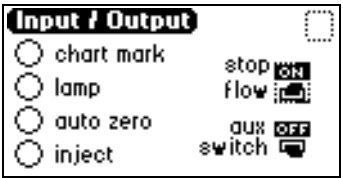

图 5-8 开关和事件显示诊断屏幕
1. 在 Input & Output 诊断菜单中，按 3 Contact closures & events，来监视四个接线端子输入和控制两个开关输出（图 5-8）。